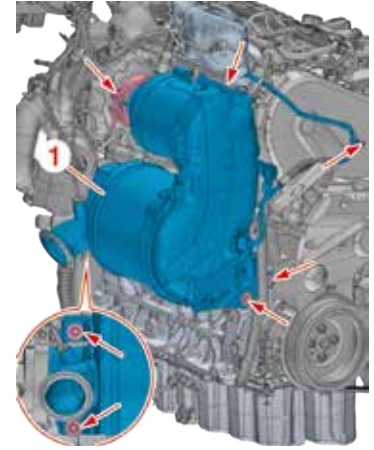

Fig.34
- Spostare leggermente l'insieme catalizzatore/ filtro antiparticolato (1) all'indietro (Fig.34).